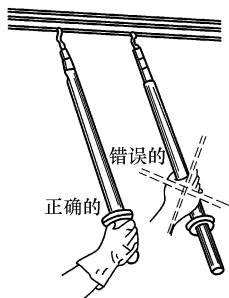

图 1-4 高压验电器握法
(1) 使用高压验电器时，应特别注意手握部位不得超过护环，如图 1-4 所示。
(2) 室外使用高压验电器，应在天气晴朗时进行，雨、雪天气不宜使用，以防发生危险。
(3) 用高压验电器测试时，必须穿戴符合要求的绝缘手套；身旁要有人监护。人体与带电体应保持足够的安全距离（10kV 高压为 0.7m 以上），并应半年一次作定期预防性试验。